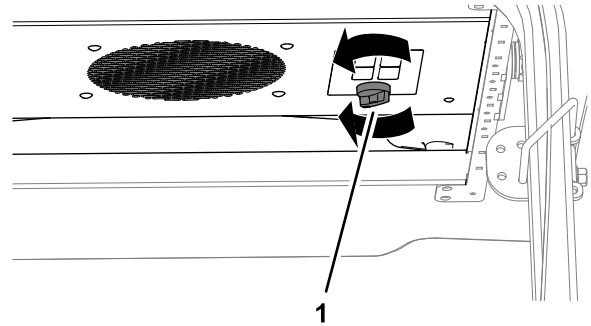

Figura 15
- Per accendere la ventola di raffreddamento, ruotate la manopola del suo interruttore in senso orario fino a BASSA, MEDIA o ALTA velocità (Figura 15).
- Per spegnere la ventola di raffreddamento, ruotate completamente la manopola in senso antiorario fino alla posizione OFF (Figura 15).